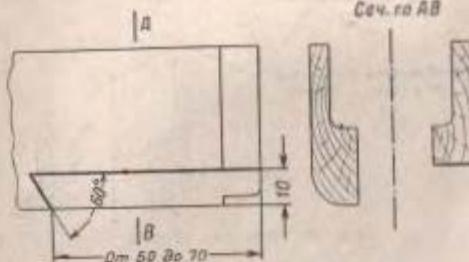

Рис. 65. Разделка паза для вклейки
(I) При наличии трещины или откола передней нижней части щек ложи на длине до 70 мм разделять паз для вклейки (рис. 65),